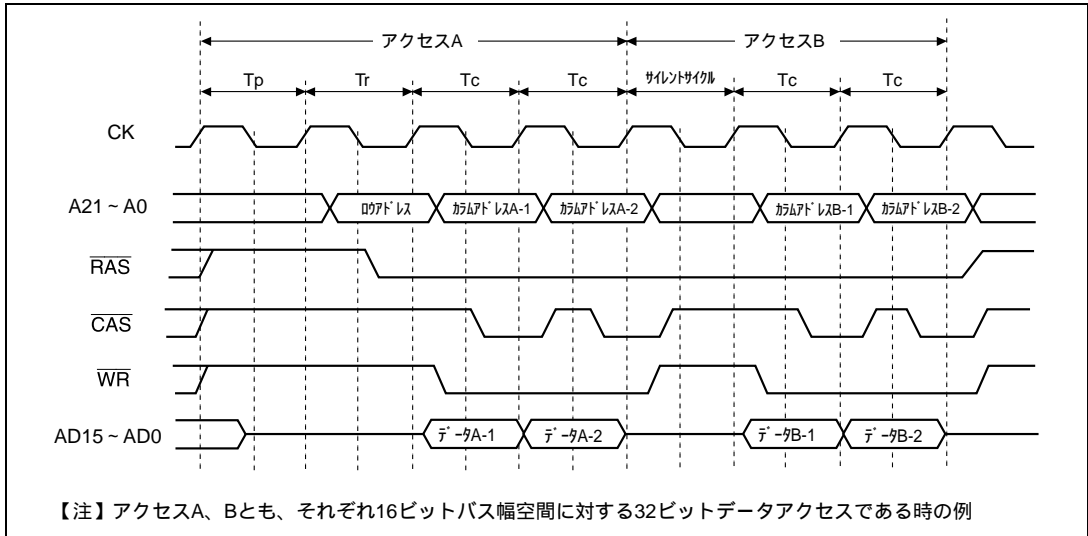
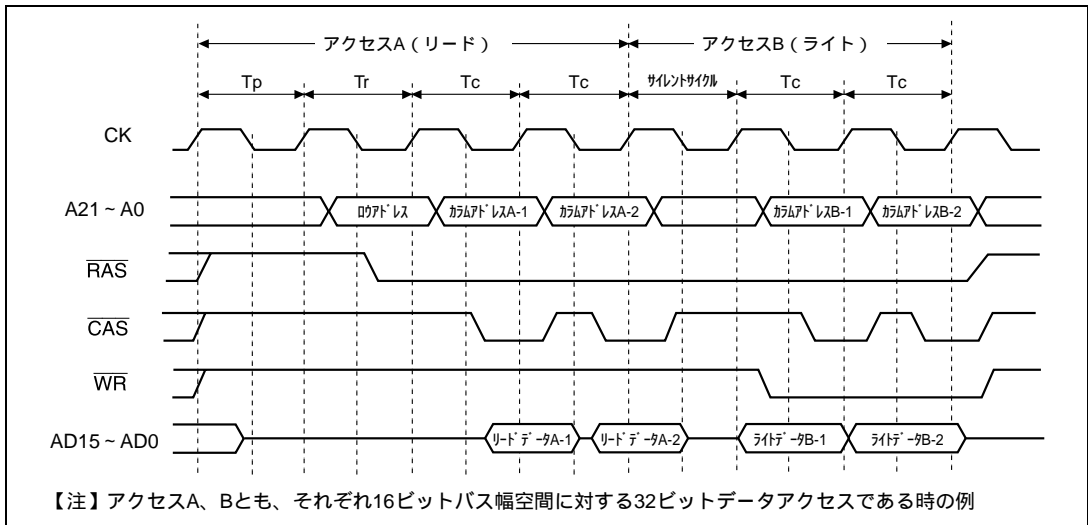

図 8.24 ショートピッチ高速ページモード (ライトサイクル)
図 8.25 ショートピッチ高速ページモード
ショートピッチ高速ページモードで、同じロウアドレスに対するライトサイクルが連続した場合、1 サイクルだけ空きサイクル (サイレントサイクル) が生じます。このときのタイミングを図 8.24 に示します。同様に、リードサイクルの次に同じロウアドレスに対するライトサイクルが続いた場合も 1 サイクルだけサイレントサイクルが生じます。このときのタイミングを図 8.25 に示します。なお、DMAC シングルアドレスモードでショートピッチ高速ページモードの DRAM にライトする場合、1 転送ごとにサイレントサイクルが挿入されますのでご注意ください。タイミングの詳細は、「20.1.3 (3)、20.2.3 (3) バスタイミング」を参照してください。